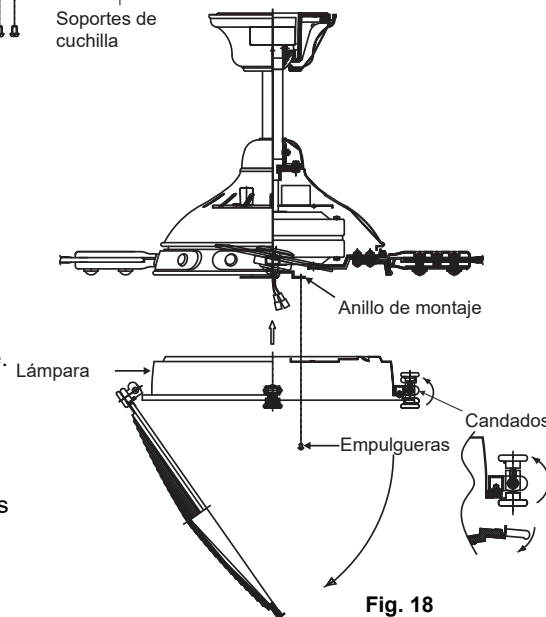

Fig. 18
Paso 1. Afloje los dos tornillos en el anillo de montaje unido al eje del motor y "retire" y guarde el tercer tornillo. (Fig. 18)